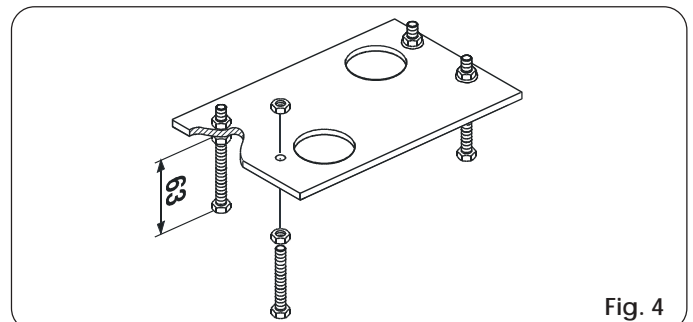

Fig. 4
- 1) Assembleer de funderingsplaat zoals aangegeven op Fig. 4.